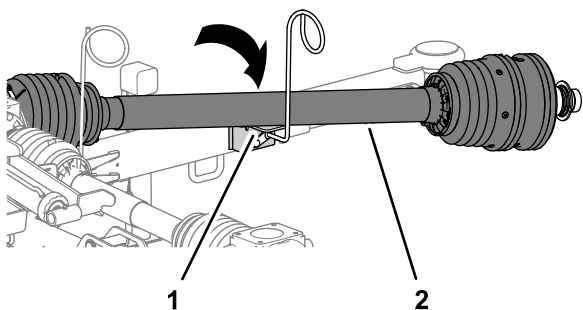

Figure 9
- Placez l'arbre d'entraînement de PDF sur l'appui prévu à cet effet sur le guide-flexible (Figure 9).